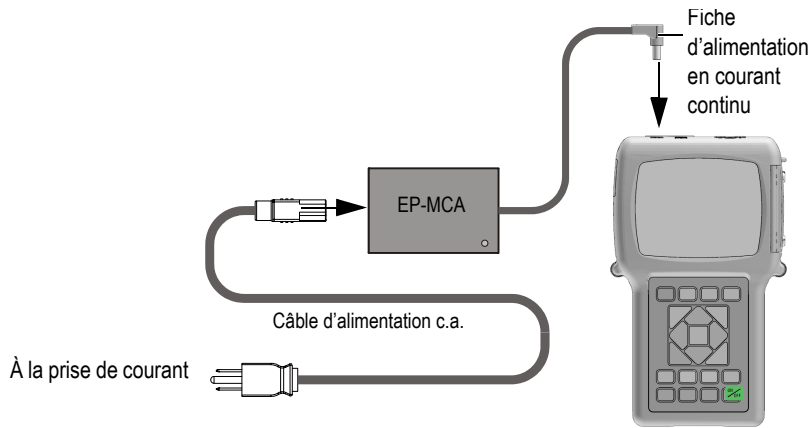

Figure 2-2 Connexion du chargeur-adaptateur
1. Connectez le câble d'alimentation c.a. au chargeur-adaptateur (réf. : EP-MCA [U8767042]) et à une prise de courant appropriée (voir la Figure 2-2 à la page 44).